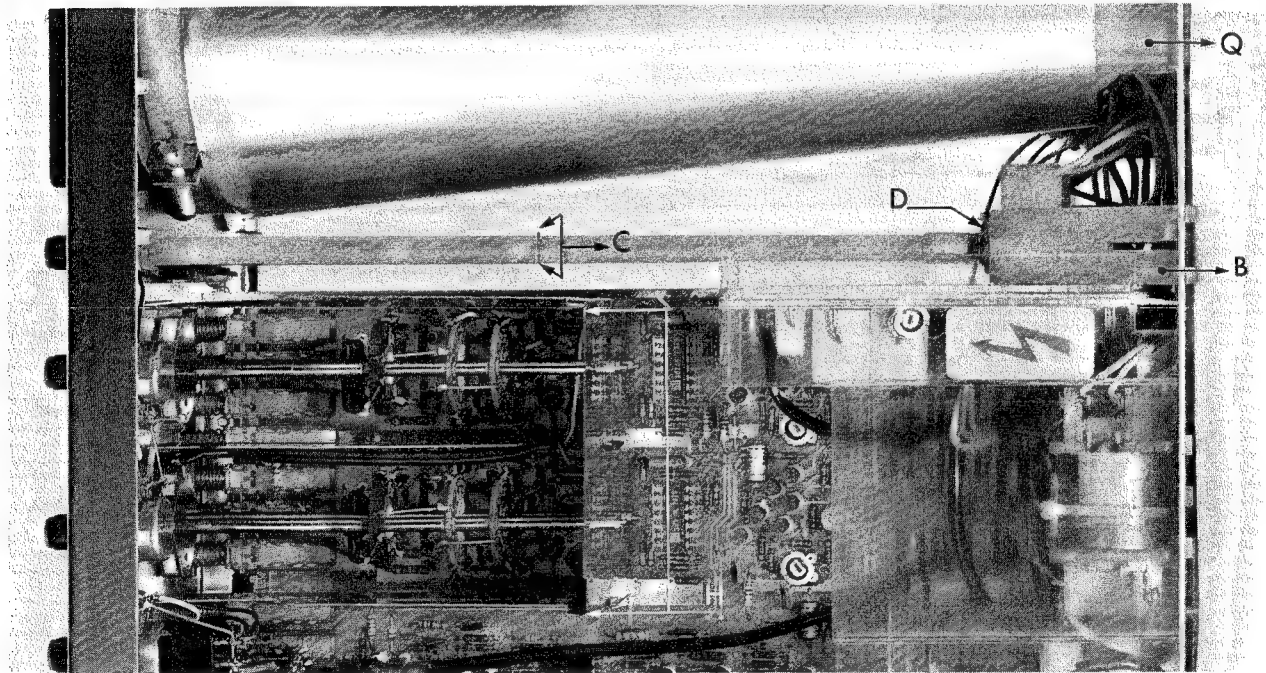

Abb. 2.6. Ausbau
- Plastikklammer B (Abb. 2.6.) durch die Öffnungen an der Rückwand herausschieben.
- gleichzeitig Achse C (Abb. 2.6.) drehen und ziehen bis das viereckige Achsenende genau in die Öffnung passt und sich herausnehmen lässt.
- Sechskantmutter D (Abb. 2.6.) lösen, um Potentiometer zu entfernen.
- die seitlichen Abschirmplatten des Abschwächers aushaken dazu die rückwärtige Abschirmplatte (H) am oberen Rand nach vorn drücken (siehe Abb. 2.6.).
- die beiden Nylonklemmen Q (siehe Abb. 2.6.) am Ende der Röhre nach innen pressen und unter Rücksichtnahme auf die Mumetallabschirmung die Elektronenstrahlröhre so weit durch die Frontplatte herauschieben, dass die Röhrenfassung gelöst werden kann (Nylonklemme zur Unterstützung zurück-schieben).